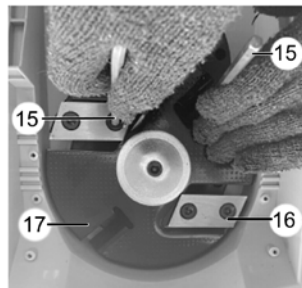

Рисунок 3
- За допомогою шестигранного ключа (15, рисунок 3) зафіксуйте вал платформи з різальними ножами (17, рисунок 3). Відкрутіть обидва фіксувальних гвинти ножового полотна (16, рисунок 3) другим шестигранним ключем, звертаючи особливу увагу на розташування різальної кромки леза ножа.